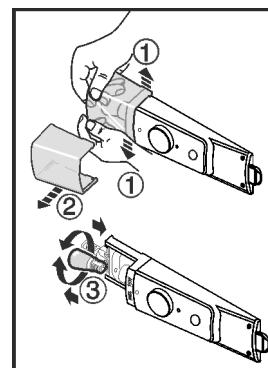

Fig. 10
- ▶ Натиснете навън капака на лампата в предната част отвътре съгласно фигурана Fig. 10 (1) и го изтеглете настрани Fig. 10 (2).
- ▶ Сменете лампата. Fig. 10 (3)